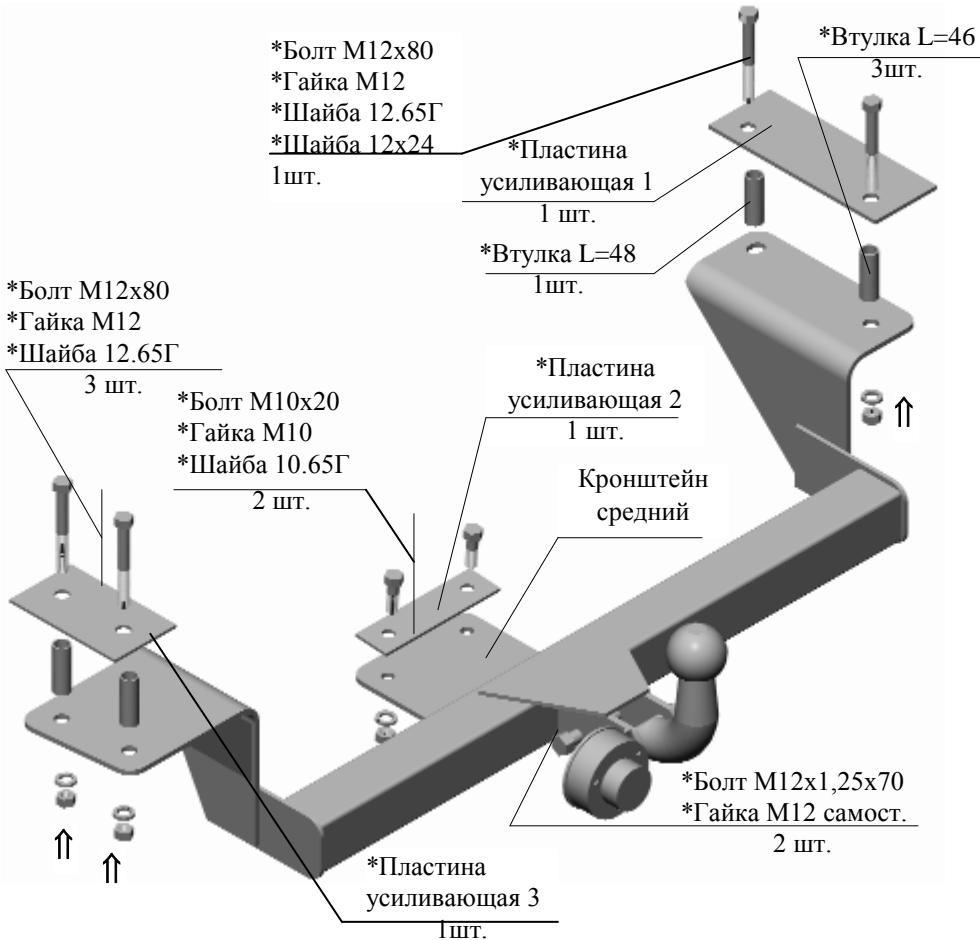

Рис.1 Примечание: детали, помеченные * входят в пакет комплектующих
2.1 ТСУ 2170.С в сборе (рис.1)	1 шт.
2.2 Пакет с комплектующими (см. рис.1)	1 шт.
4.8. Закрепить ТСУ в соответствии с Рис. 1.